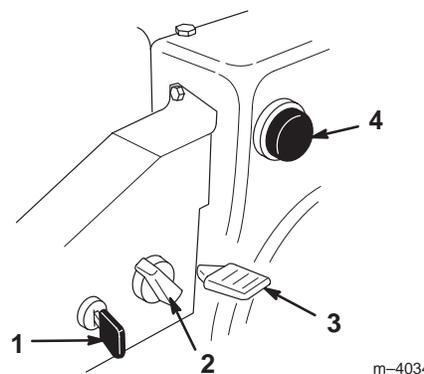

Bild 21
- **Zündschloss** (Bild 21) – Stecken Sie den Zündschlüssel ein, bevor Sie den Motor starten. Ziehen Sie den Zündschlüssel, um den Motor abzustellen.
- **Choke** (Bild 21) – Drehen Sie zum Anlassen eines kalten Motors den Choke im Uhrzeigersinn ganz auf *Ein*. Wenn sich der Motor erwärmt, drehen Sie den Choke langsam gegen den Uhrzeigersinn in die Position *Aus*.
- **Gashebel** (Bild 21) – Bewegen Sie den Gashebel nach oben, um die Motordrehzahl zu erhöhen, und nach unten, um die Drehzahl zu reduzieren. Stellen Sie den Gashebel auf *Stopp*, um den Motor zu stoppen.
- **Kaltstarthilfe** (Bild 21) – Betätigen Sie die Kaltstarthilfe, um eine geringe Kraftstoffmenge in den Motor zu pumpen, damit er sich bei kaltem Wetter leichter starten lässt.
2. Ziehen Sie den Zündschlüssel (Bild 21).
3. Ziehen Sie den Choke-Knopf (Bild 21).
5. Drehen Sie den Choke (Bild 21) auf *Ein*.
6. Stecken Sie den Zündschlüssel ein (Bild 21).
7. Decken Sie das Loch in der Mitte der Kaltstarthilfe (Bild 21) mit dem Daumen ab und drücken Sie diesen drei Mal ein, wobei Sie jedes Mal einen Moment warten.
10. Sobald der Motor anspringt, drehen Sie den Choke (Bild 21) sofort in die 3/4-Position. Wenn sich der Motor erwärmt, drehen Sie den Choke in die 1/2-Position. Wenn der Motor warm gelaufen ist, drehen Sie den Choke in die Position *Aus*.